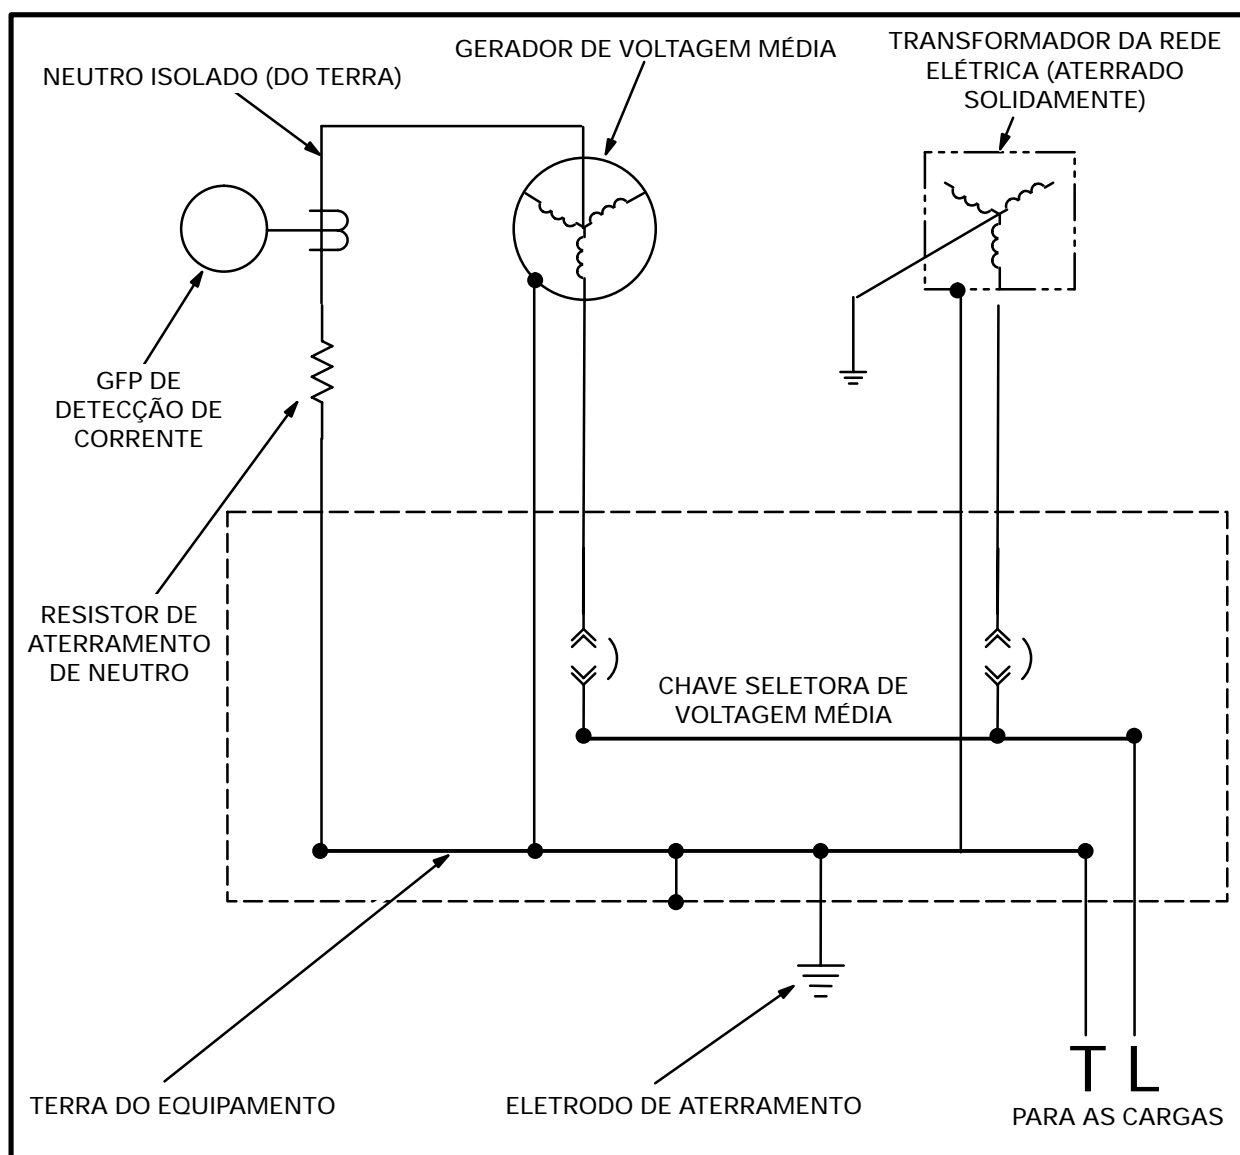

Figura 5-6. Sistema Típicos de Aterramento de Baixa Resistência para um Grupo Gerador de Tensão Média e Equipamento de Transferência de Carga
*NOTA: O aterramento com baixa resistência é recomendado em sistemas geradores operando entre 601 a 15.000 volts a fim de limitar o nível de corrente de falha de terra (geralmente de 200 a 400 ampères) e permitir tempo para a coordenação seletiva dos relés de proteção. Veja a **Figura 5-6** e Aterramento de Voltagem Média.*